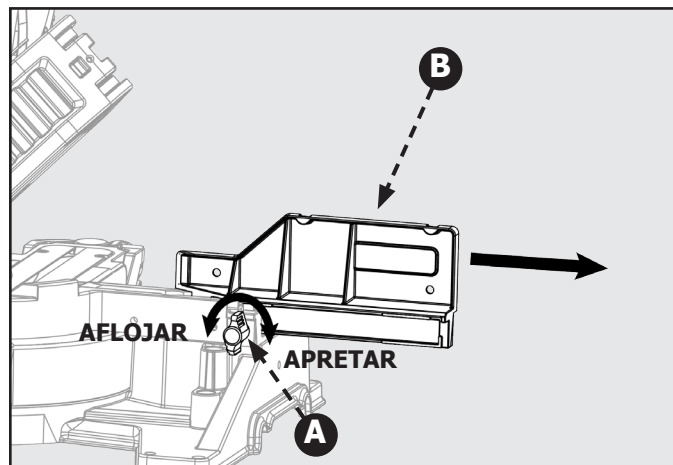

Figura 26
1. Afloje la perilla de bloqueo de guía tope (A). Deslice la guía tope superior (ajustable) completamente fuera de su guía y colóquela en la parte lateral. Consulte la Figura 26.